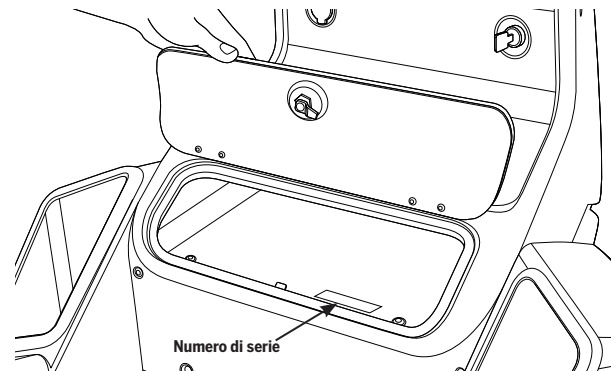

Figura 6: Ubicazione del numero di serie del Patroller SE-3
2. Trovare il numero di serie a 12 cifre del Patroller SE-3 (**Figura 6**).